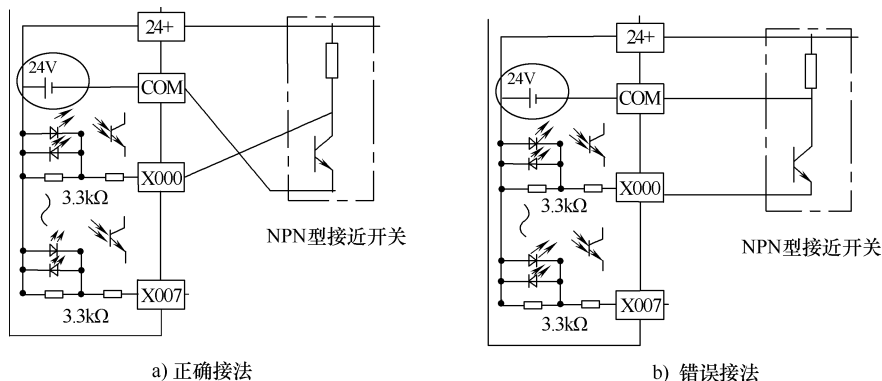

图 1-39 三线制 NPN 型传感器开关（接近开关）的输入端接线
**预防措施：**在进行三线制 NPN 型传感器开关（接近开关）的输入端接线安装时，需将接近开关输出低电平的一端接到 PLC 的输入端，另外两端分别接到 PLC 的电源上，其接线方法如图 1-39 所示。